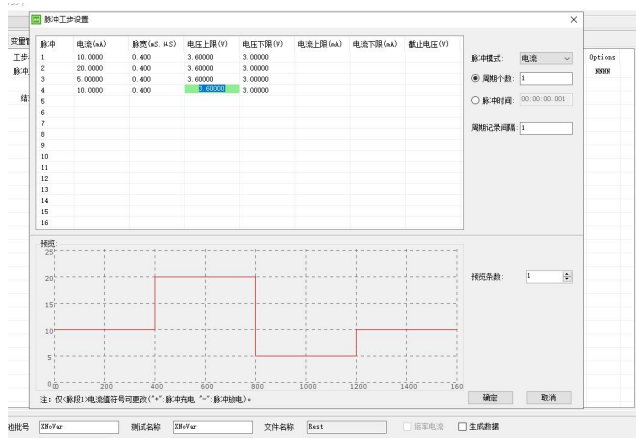

图 4-34 脉冲工步设置窗口
- ① 在工步编辑界面中，选择“脉冲工步”。
- ② 点击“工步参数”或者“值”，弹出图 4-34 “脉冲工步设置”界面，如下图所示；用户可根据需要对脉冲工步参数进行设置。
周期记录间隔：每间隔周期记录一次数据，如图 4-34 所示，每间隔 1 个周期记录 1 条数据，100 个周期内，可记录 100 条数据。